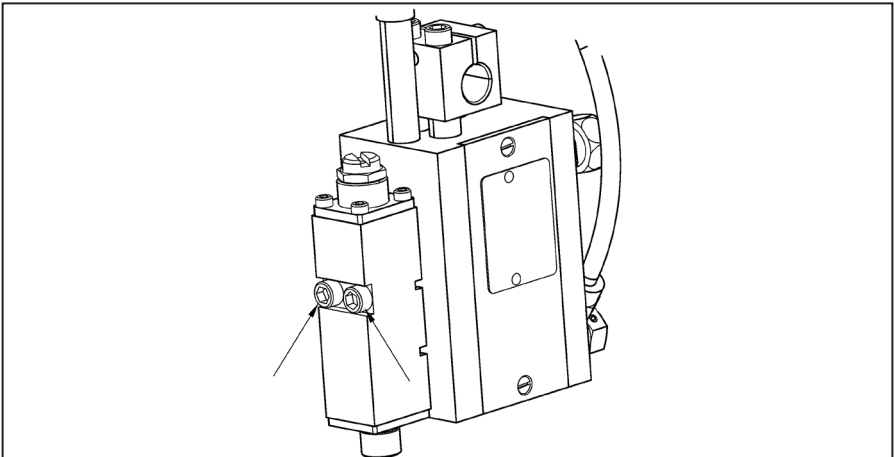

Bild 4: Module B200-FJ vervangen
4. Draai de op afbeelding 4 getoonde schroeven (M5) los met een inbussleutel (4 mm).